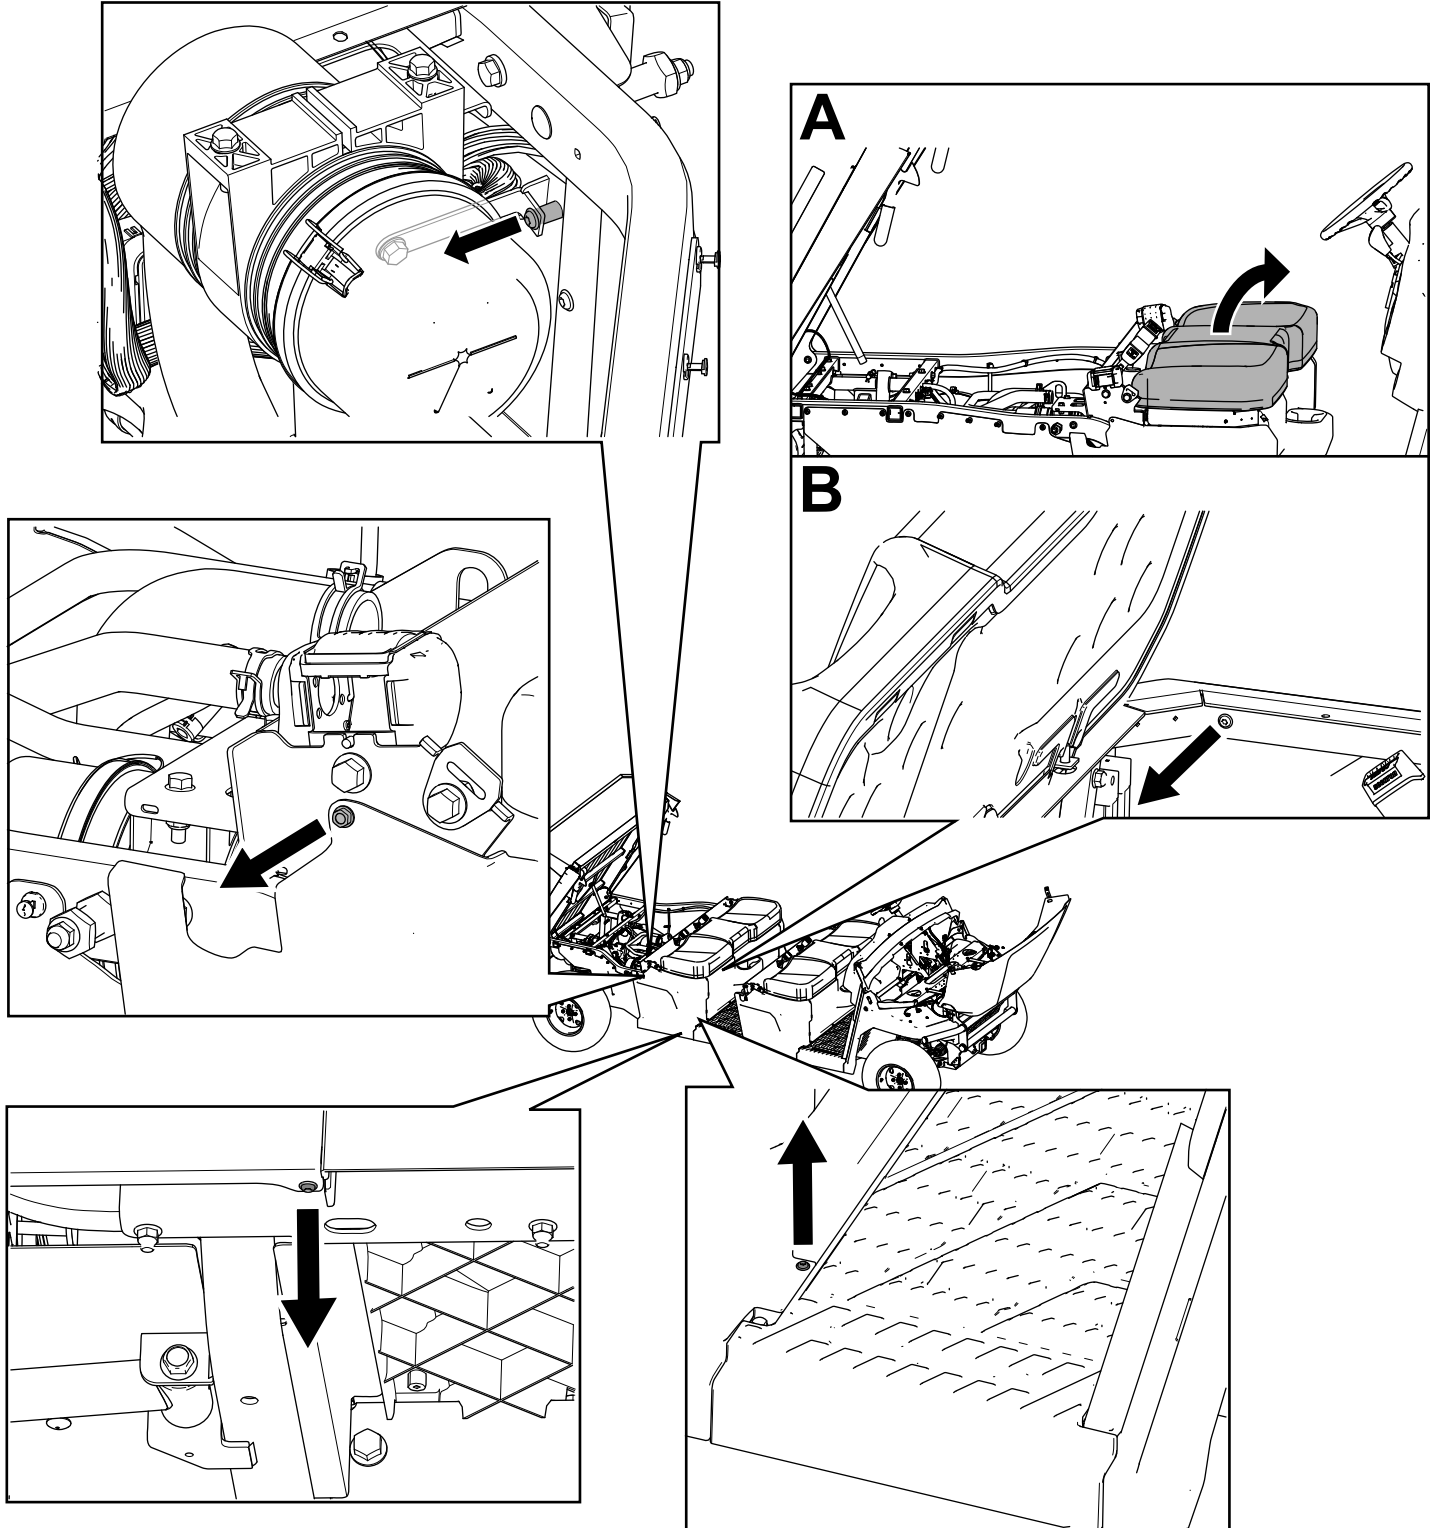

Figura 32
3. Retire los pernos de cabeza hexagonal con arandela prensada ($\frac{1}{4}$ " x $\frac{3}{4}$ ") y las fijaciones Torx T30 de los 2 paneles de la derecha y los 2 paneles de la izquierda de la base del asiento (Figura 32).